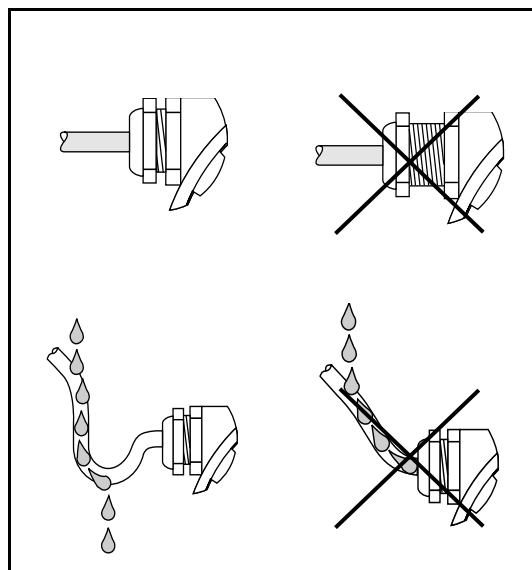

図 3
- 電線接続口は、固く締め付けなければなりません。（図3参照）
- ケーブルは、電線接続口に入れる前に水分が入らないようにループを作らなければなりません。（図3参照）